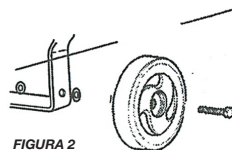

FIGURA 2
1. **Montagem:** Retire o produto da embalagem, monte as rodas (Figura 2).